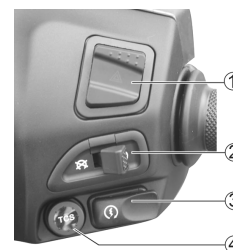

Fig6
Interruptor luz de advertencia ① (Fig. 6)
Interruptor de encendido ② (Fig 6)
Interruptor de arranque eléctrico ③(Fig. 6)
TCS ④ (Fig 6)